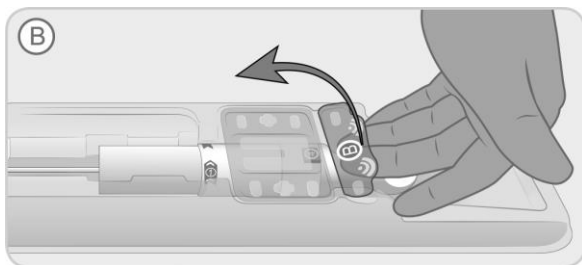

Bild 3. Avlägsna det avtagbara bricklocket.
- Dra av det lilla avtagbara bricklocket (märkt med ett "B" på brickan) genom att lyfta fliken enligt Bild 3 tills du har avlägsnat locket helt.